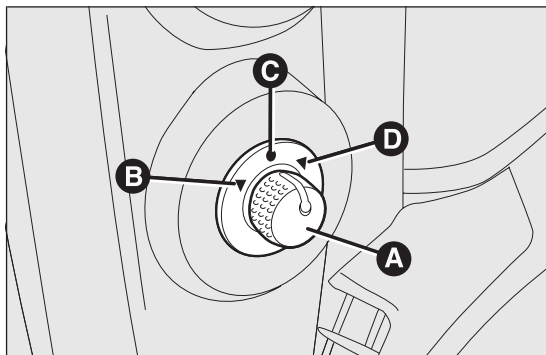

fig. 41
- selezionare mediante il deviatore A fig. 41 lo specchio desiderato (destro o sinistro);